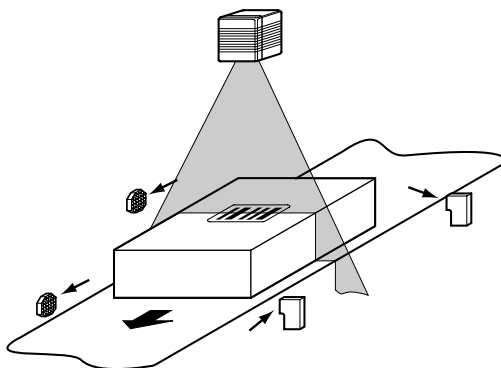

Figure 10.2 : Nettoyage des capteurs optiques externes (générateurs d'impulsions de lecture, détection de la hauteur d'objets)
- Lors de génération d'impulsions de lecture externe et/ou de détection de hauteur d'objet par capteurs (par ex. cellules à réflexion sur réflecteur), nettoyer également leurs surfaces optiques utiles (Figure 10.2). Des encrassements peuvent induire un comportement de commutation défectueux.